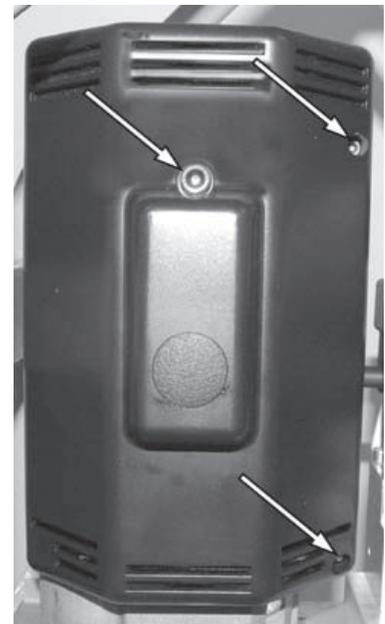

Abbildung 21.
2. Siehe Abbildung 21. Die drei Schrauben der Motorabdeckung entfernen.